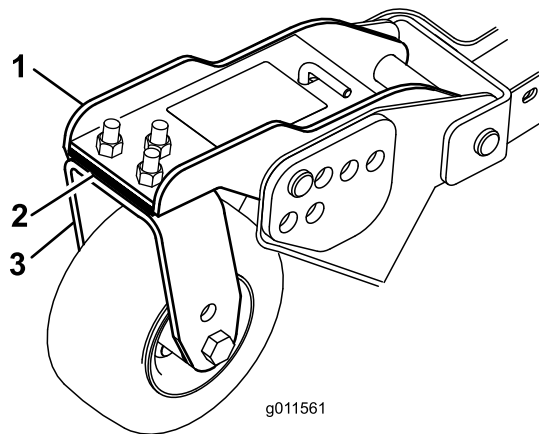

Figura 82
1. Retire os parafusos e as porcas que fixam o braço da roda à forquilha de roda (Figura 82).